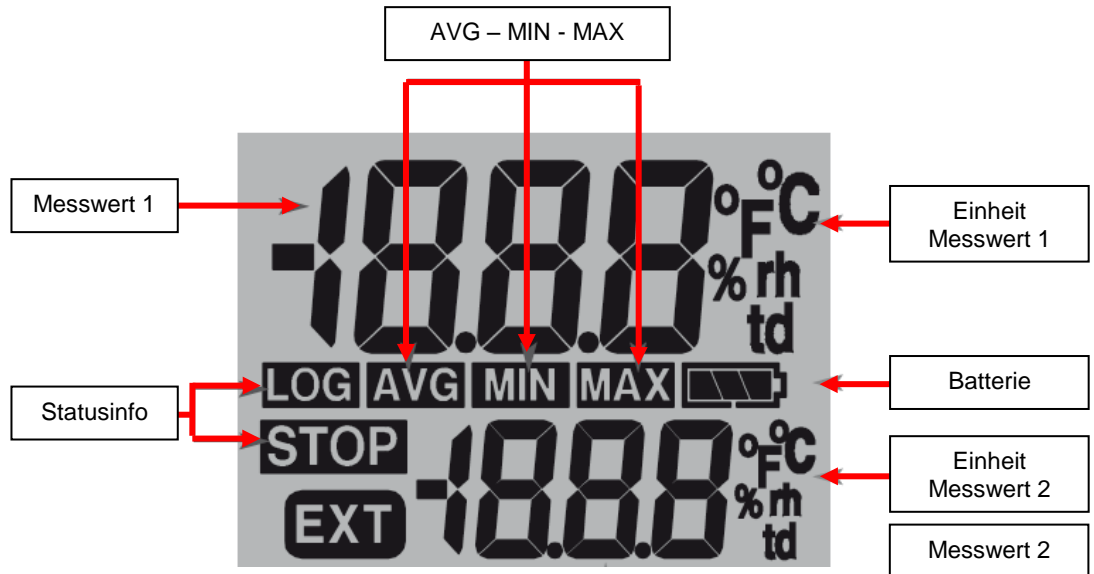

Abbildung 1-2 Displaysymbole Klima 20
2.5 Anzeigeelemente des LCD-Displays (Abbildung 1-2 / 1-4)